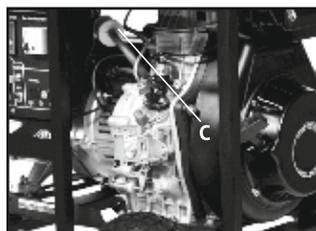

Рис. 14
- Этот фильтр (рис.14, С) необходимо заменять по мере его загрязнения, через 300 часов работы генератора, но не реже чем раза в год.